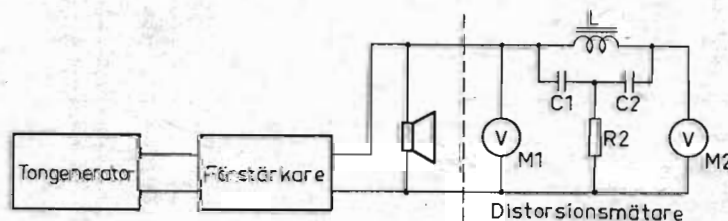
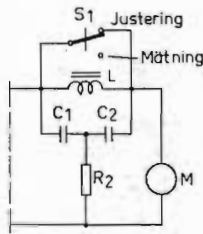

Fig. 1. Distorsionsmätaren anslutes parallellt över förstärkarens belastningsimpedans, dvs. vid tonfrekvensförstärkare parallellt över högtalaren.
Fig. 2. Schema för enkel anordning för distorsionsmätning, där C_1 , C_2 och R_2 dimensioneras så, att grundtonsfrekvensen spärras helt.
Mätprincipen framgår av fig. 1. En tongenerator med låg distorsion anslutes på vanligt sätt till förstärkarens ingångsklämmor och över förstärkarens utgång, dvs. över högtalar-spolen inkopplas distorsionsmätaren. Denna innehåller två voltmeter, M_1 och M_2 , mellan vilka en s.k. »överbryggad T-länk» är inkopplad. T-armarna består av de två kondensatorerna C_1 och C_2 , medan »överbryggningen» utgöres av en induktans L .
En enklare variant av den nyss beskrivna metoden för distorsionsmätning visas i fig. 2. Principen för denna mätmetod är densamma som för den som nyss beskrivits (fig. 1). Man utelämnar dock instrumentet M_1 , och i stället förser man anordningen med en omkastare S_1 , med vars hjälp man kan kortsluta spolen L. Är L kortsluten, mäter instrumentet M densamma som M_1 skulle ha mätt. Efter denna mätning borttages kortslutningen över L genom att S_1 slås ifrån och den resterande spänningen — orsakad av övertonen — uppmättes med M. Klirrfaktorn erhålles som kvoten av de två mätvärdena. Jfr ekv. (1).